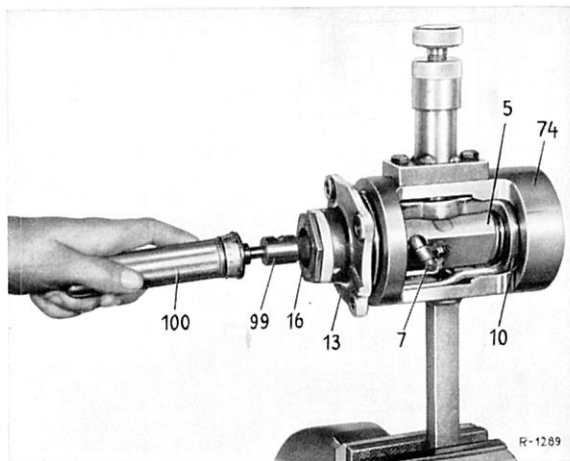

Bild 46-24/51
66 Kugelführungsrohr (7) mit Befestigungsschelle (7a) auf die Lenkmutter (5) aufsetzen, Sechskantschraube (7b) mit neuem Sicherungsblech einschrauben und durch Umbiegen sichern (Bild 46-24/50).
67 Reibwert zwischen Lenkmutter (5) und Lenkschnecke (16) prüfen. Dazu Drehmomentschlüssel (100) auf die Korbverzahnung der Lenkschnecke (16) aufschieben und beim Drehen der Lenkschnecke an dem Drehmomentschlüssel das Drehmoment ablesen (Bild 46-24/51).